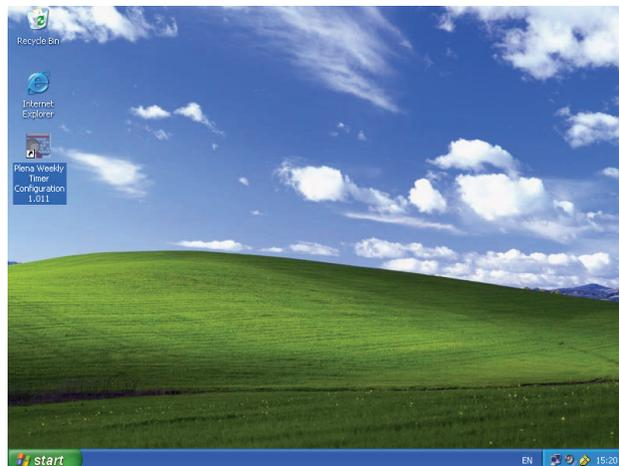

figura 8.8: Escritorio de Windows
- 1 Vaya al escritorio de Windows (véase figura 8.8 si desea un ejemplo).